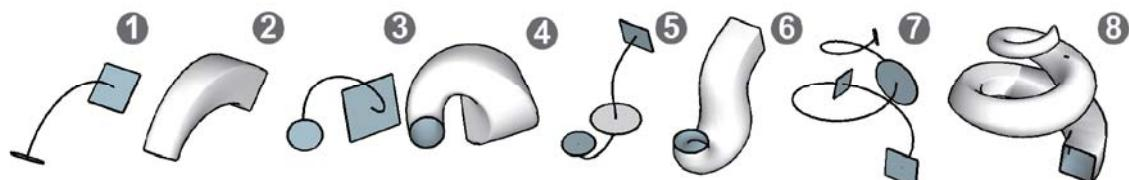

图 1.4.17 面加路径成形
也许有人会奇怪, SketchUp 的路径跟随的实质不就是“面加路径成形”吗? 这里所说的“面加路径成形”与 SketchUp 原生的“路径跟随”的区别是, 面的数量不再局限于 SketchUp 路径跟随的“一条路径与一个垂直于路径的截面”。这种成形的方法, 虽然路径仍然只有一条, 但是放样用的截面可以是很多个不同形状的面, 在放样成形过程中, 可自动完成细分、折叠、平滑与柔化, 从而得到近乎无瑕的曲面对象。图 1.4.17 ①③⑤⑦ 所示为路径与截面的组合, 不同的截面既可以在路径的两端, 也可以出现在路径的任意位置, 截面的数量也没有限制。生成的曲面会按不同的截面自动形成平滑过渡。